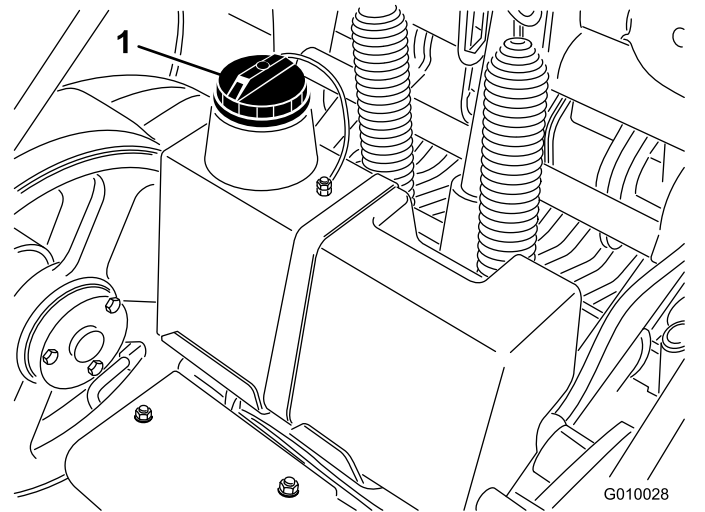

Figura 19
3. Limpie la zona alrededor del cuello de llenado y el tapón del depósito hidráulico (Figura 19). Retire el tapón del cuello de llenado.